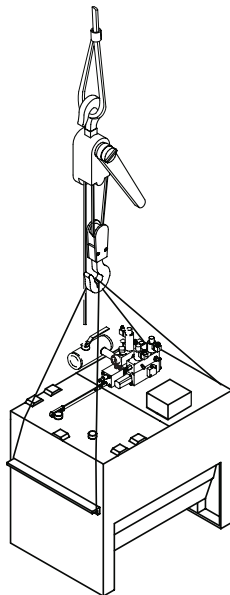

Fig. 2 Sollevamento centralina con funi
- Il carico e lo scarico delle centraline dai mezzi di trasporto deve essere fatto con carrelli elevatori. Se si sollevano le centraline con delle funi, far passare le funi sotto le maniglie (vedi Fig. 2 e vedi tabella pesi a pag.D840M3L.084).